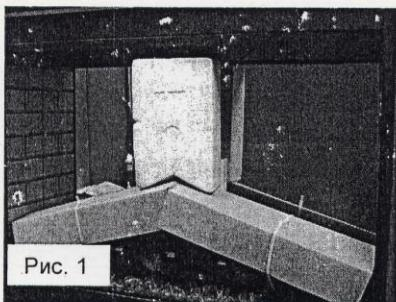

Рис. 1
6. Снять упаковочный материал с поленницы (Рис. 1).